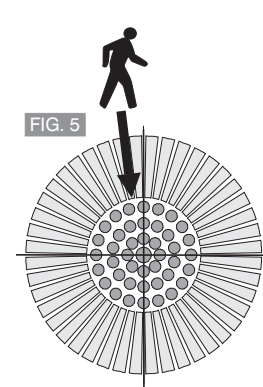
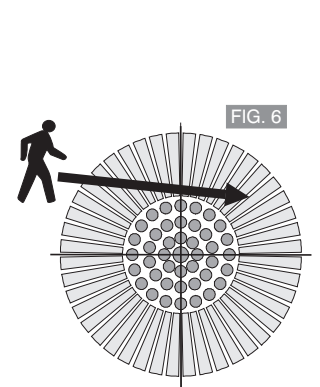

FIG. 5
FIG. 6
- Prima dell'installazione, tenere conto del fatto che il rilevatore è più sensibile ai movimenti che attraversano il suo campo d'azione (FIG. 6) e meno sensibile ai movimenti in direzione del rilevatore stesso (FIG. 5).